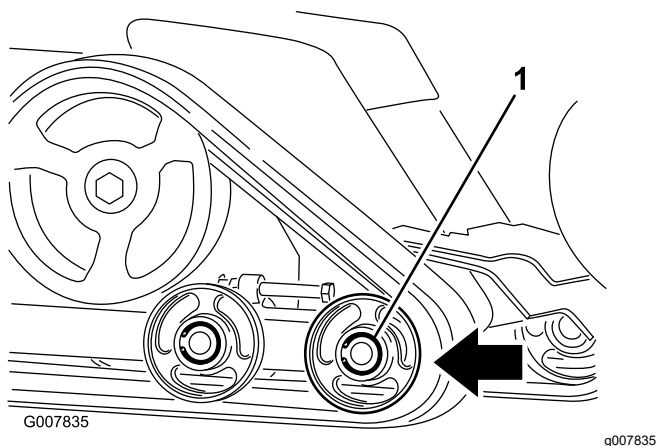

Figura 57
6. Empuje la rueda de rodaje delantera todo lo posible hacia atrás (Figura 57).
8. Una vez retirada la oruga de la rueda de rodaje, retírela de la máquina (Figura 57).
9. Empezando en la rueda motriz, pase la oruga nueva alrededor de la rueda, asegurándose de que los dientes de la oruga encajen entre los espaciadores de la rueda (Figura 57).
10. Introduzca la oruga por debajo y entre las ruedas de rodaje trasera y central (Figura 57).